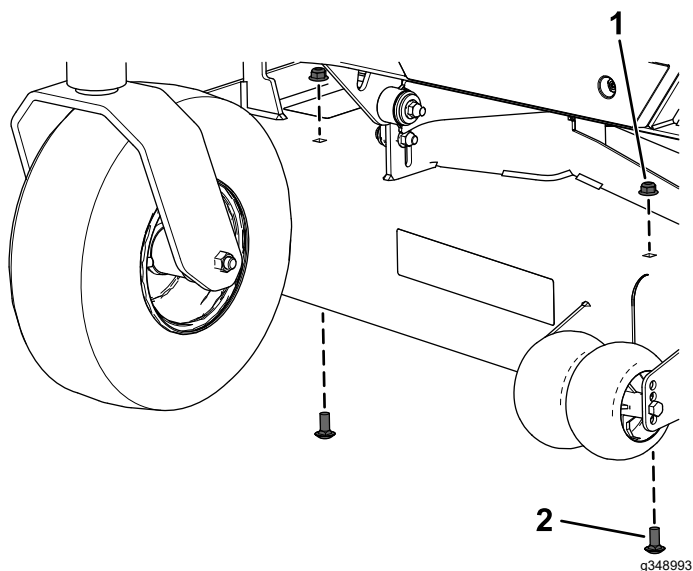

Figur 2
1. Fjern den eksisterende udblæsningsskærm, 2 brædebolte og 2 låsemøtrikker (Figur 2).